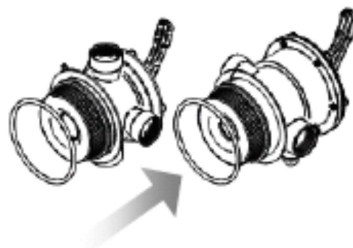

Fig. 16
4. Nun nehmen Sie das *multifunktionelles ventil* und montieren von unten die weiche Dichtung (Fig. 16).